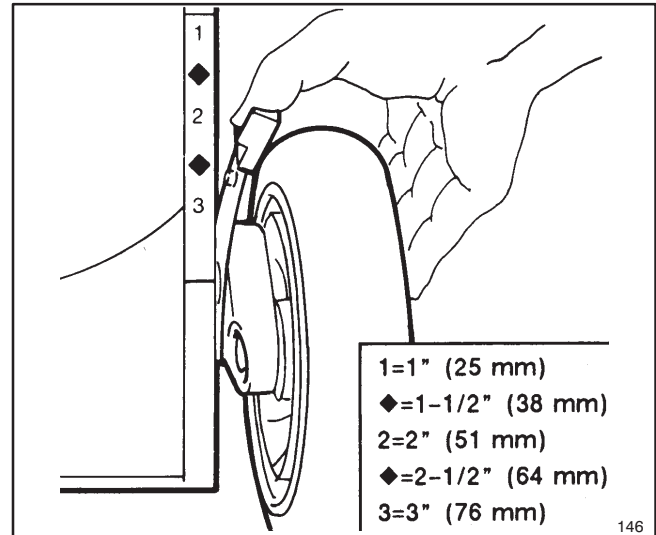

Figure 15
2. Pour faciliter le réglage, soulever le carter de manière à ce que la roue ne touche plus le sol. **Ne jamais placer les doigts sous le carter pour soulever la tondeuse.** Serrer le levier de hauteur de coupe contre la roue et l'amener dans la position voulue (Fig. 15). Vérifier que l'ergot du levier est bien engagé dans l'encoche du carter de tondeuse. Régler toutes les roues à la même hauteur de coupe.